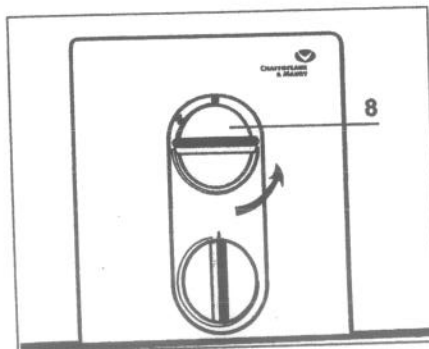

Fig.6 - BAYARD STAR 5 TS f 2F
- Tourner doucement le bouton "8" en position plein gaz « 1 » (fig. 6).
- allumer la veilleuse et placer le bouton "8" (fig. 6) sur la position plein gaz « 1 »,